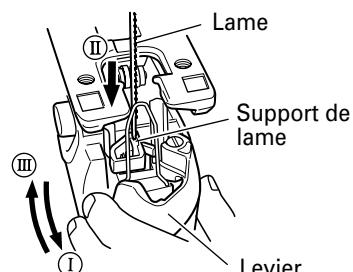

Fig. 6
(1) Ouvrir le levier jusqu'à la butée. (Fig. 6 flèches I)
(2) Retirer la lame.
(3) Insérer la nouvelle lame jusqu'à la butée dans le support de lame. (Fig. 6 flèches II)
(4) Refermer le levier. (Fig. 6 flèches III)